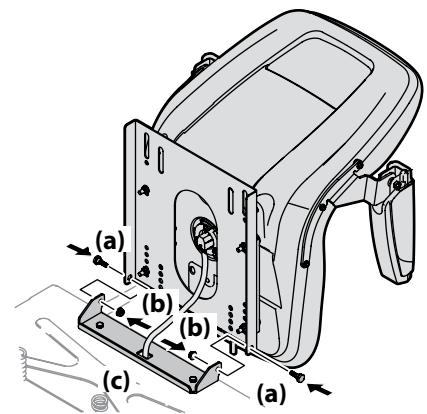

Figura 2-3
3. Gire el asiento hasta la posición deseada y asegúrelo en su lugar con los tornillos de reborde y las tuercas de seguridad con brida que extrajo antes. Tenga cuidado de no doblar o dañar el cableado mientras instala el asiento. Consulte Figura 2-3.